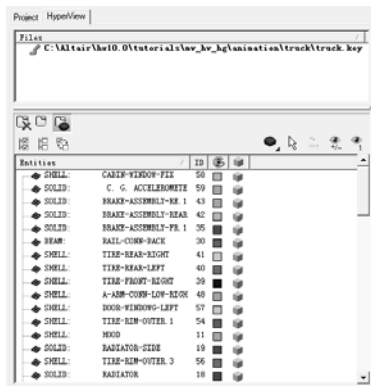

图 13-9 只显示组件
- (2) 单击 Components views (📁) 按钮，在模型浏览器中只显示组件，如图 13-9 所示。
- (3) 单击 Close model files view (🗑️) 按钮，返回模型浏览器。